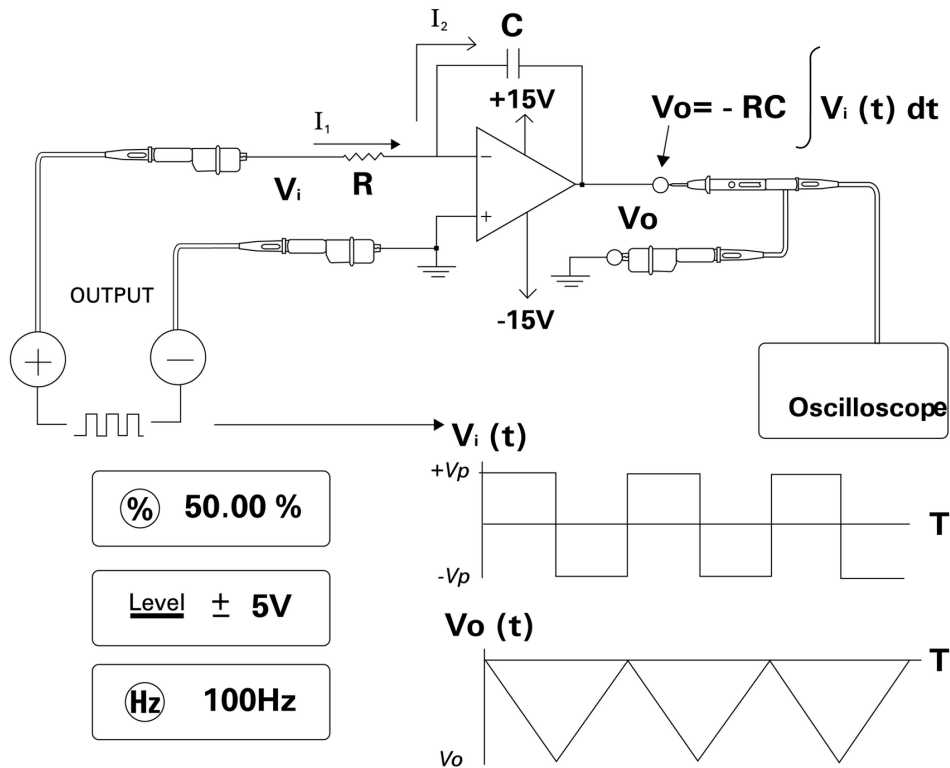

Abbildung 5-15 Konvertierung von Rechteck- in Dreieckwellen
Die integrierende Schaltung in Abbildung 5-15 auf Seite 112 erzeugt eine Ausgangsspannung, die proportional zum Integral der Eingangsspannung ist.
- 3 Schließen Sie den Operationsverstärker an, wie in Abbildung 5-15 auf Seite 112 gezeigt.